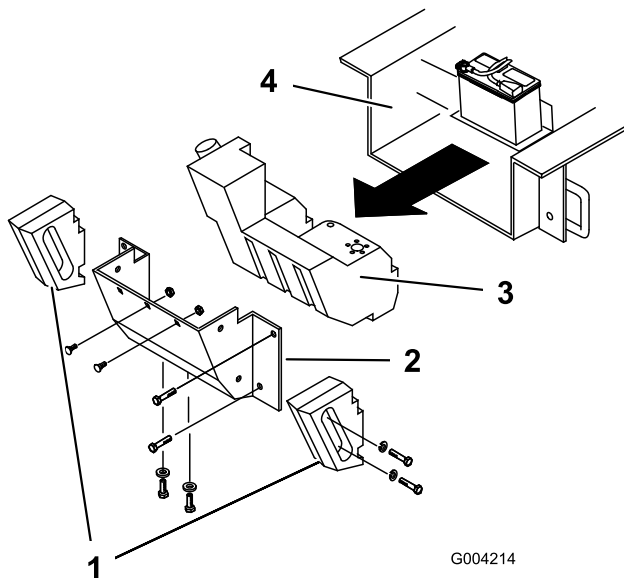

Figura 67
Abra el capó e inspeccione frecuentemente la zona debajo del motor con una linterna. Cuando al acumulación de residuos alcance un grosor de 2.5–5 cm (1"–2"), complete el procedimiento siguiente (consulte Figura 67 para todo este procedimiento):
5. Retire los pernos, las arandelas y las arandelas de freno que fijan los 2 contrapesos laterales, y retire los contrapesos (Figura 67).
8. Retire las 6 tuercas y los pernos que fijan el panel trasero, y retire el panel (Figura 67).
10. Deslice el depósito de combustible hacia atrás (Figura 67).
17. Introduzca el depósito de combustible parcialmente en el chasis (Figura 67).
23. Vuelva a colocar el panel trasero y fíjelo con los 6 pernos y las tuercas que retiró anteriormente (Figura 67).
25. Instale los contrapesos laterales con los pernos, las arandelas y las arandelas de freno que retiró anteriormente (Figura 67).